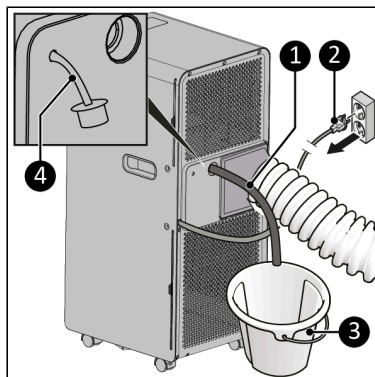

Figure 72.
1. Assurez-vous que l'appareil est éteint et que la fiche est retirée de la prise de courant (Figure 72, pos. 2).
2. Retirez le bouchon en caoutchouc du drain (Figure 72, pos. 4).
3. Reliez le tuyau d'évacuation d'eau inclus (Figure 72, pos. 1) au drain de l'appareil.
4. Placez la sortie du tuyau d'évacuation d'eau dans un seau (Figure 72, pos. 3).